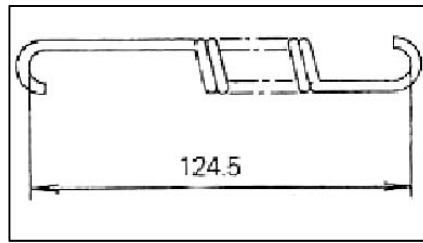

Figura 5-15
(7) Mida la longitud libre y la carga de instalación del resorte de retorno de la varilla eyectora (Figura 5-15);